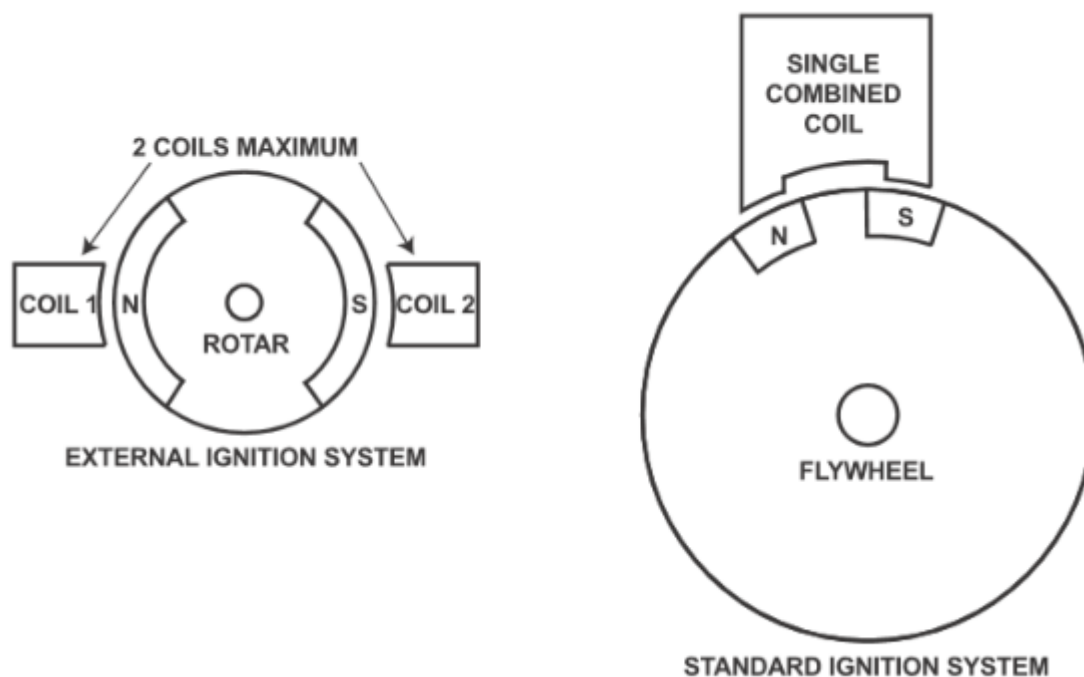

Figura 28: Tipi di accensione motore 1/5 TC
7.3.3 **Anticipo accensione:** deve essere fisso (bloccato); sono permesse variazioni di anticipo non in movimento ma effettuate solo manualmente. Tutte le accensioni devono essere fissate meccanicamente al carter del motore. Il volano può avere solo uno (1) paio di poli magnetici (Nord e Sud) vedere Figura 28. Ci possono essere solo un massimo di due (2) bobine (o un singolo combinato LT e HT: bobina con il tipo di accensione standard; oppure due bobine LT per i sistemi di accensione esterni che lavorano con il volano / rotore, vedi Figura 28.